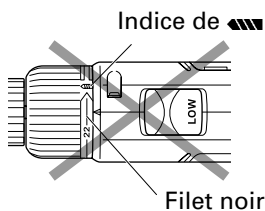

Fig. 10
- Ne pas utiliser avec le nombre "22" sur le capot et le filet noir au milieu de l'indice de forage pour éviter tout dommage. (Voir Fig. 10)